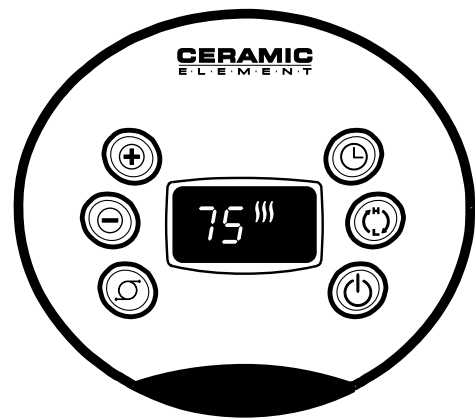

Figura 1
3. Cuando el Calentador se conecte por primera vez, se oír un "bip" y la **Luz de Encendido** se encenderá indicando que hay electricidad en la unidad. La **Luz de Encendido** permanecerá encendida hasta que el Calentador sea desconectado del tomacorriente eléctrico. (Figura 1)
6. Al encender el Calentador, la unidad estará en calor ALTO (⏻) (1500 vatios) y mostrará la temperatura actual de la habitación (Figura 1)